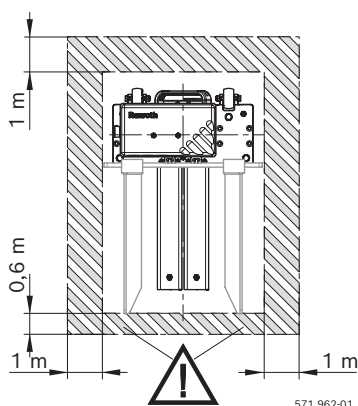
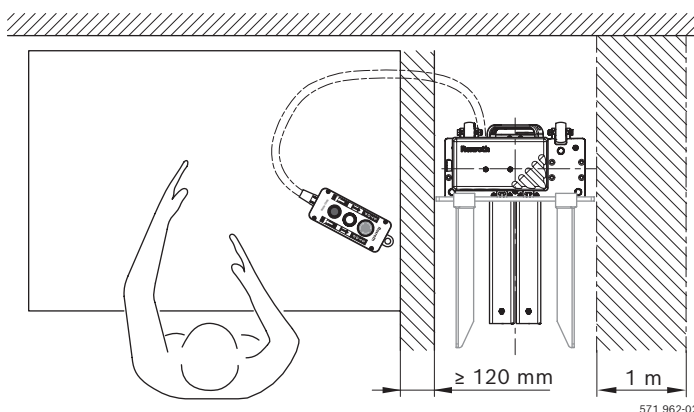

Fig. 1: Elevador de caixas com zona de perigo marcada (amarelo/preto)
Fig. 2: Operação adjacente a um posto de trabalho com distâncias de segurança marcadas
Para isso, observe as recomendações descritas na Fig. 1 e Fig. 2:
- Aplicação autônoma (Fig. 1)
- Operação adjacente a um posto de trabalho (Fig. 2)